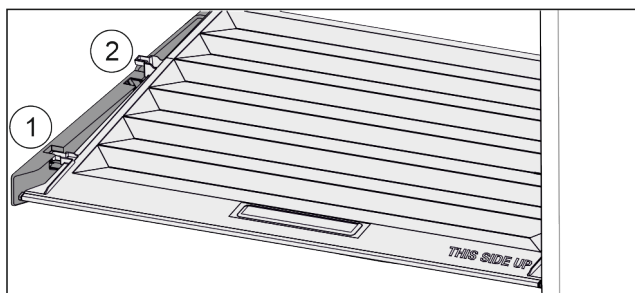

Fig. 104
- Deksel tot de opening in de vasthouddelen naar voren trekken Fig. 104 (1).
- Aan de achterkant vanaf de onderkant omhoog tillen en vanaf de bovenkant verwijderen Fig. 104 (2).